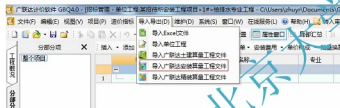

图 3.33 导入安装算量文件
(1) 进入单位工程界面,单击【导入导出】选择【导入广联达安装算量工程文件】,如图3.33所示,选择相应安装算量文件。